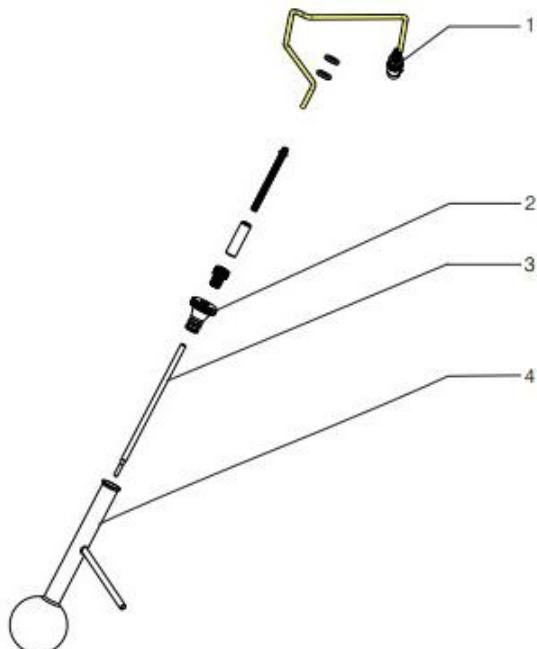

图1-5
3.2.1、蒸汽温度传感器安装 开箱后，找到蒸汽温度传感器(包括烧瓶塞)，按图 1-5 所示安装到蒸汽温度传感器，然后再将蒸汽温度传感器连接到仪器，将传感器引线悬挂于挂钩上，最后在准备 好油样后将传感器如图所示装于烧瓶上，密封烧瓶。
如果试验只测定终馏点，则在试验前首先要将蒸汽温度传感器插入仪器的“蒸汽”插孔处。开箱后，找到蒸汽温度传感器(包括烧瓶塞)，按图 1-5 所示安装到蒸汽温度传感器，然后再将蒸汽温度传感器连接到仪器，最后在准备好油样后将传感器装于烧瓶上，密封烧瓶。